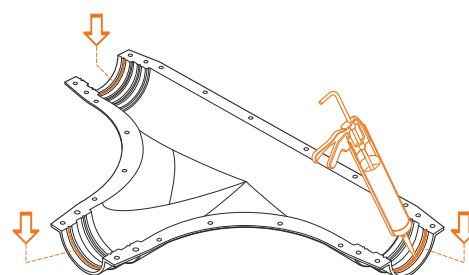

Рис. 4.6.2
2. Нанести герметик на обе половины защитного кожуха в местах последующего прилегания поверхности защитных оболочек труб (рис. 4.6.2).